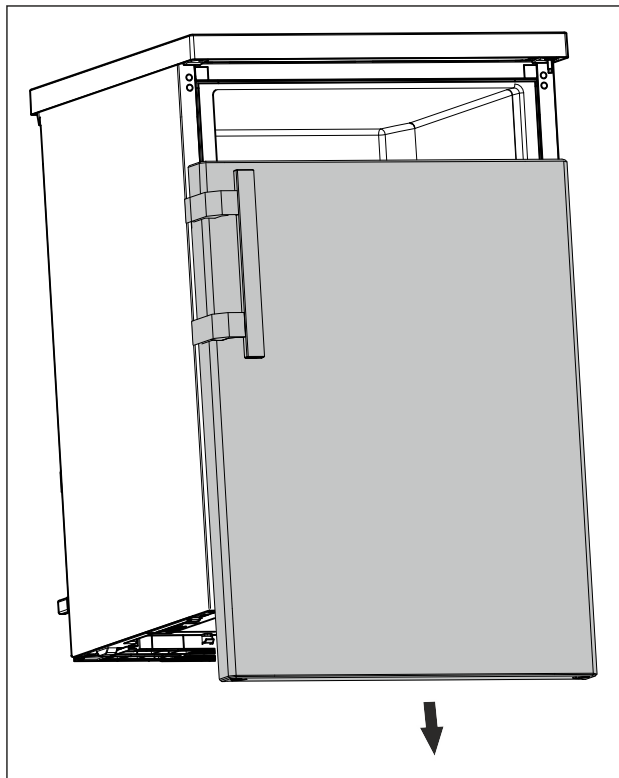

Fig. 9
- Sejměte dvířka směrem dolů. (viz Fig. 9)